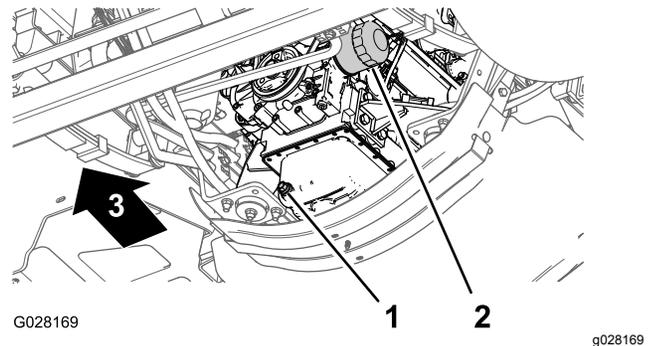

Figura 51
3. Coloque un recipiente de drenaje debajo del filtro de aceite del motor (Figura 51).
4. Retire el filtro de aceite usado (Figura 51).
8. Instale el filtro de aceite en el adaptador de filtro, gire el filtro de aceite en sentido horario hasta que la junta de goma entre en contacto con el adaptador del filtro, luego apriete el filtro media vuelta más (Figura 51).
1. Coloque un recipiente de drenaje con capacidad para 5,6 litros o más debajo del tapón de vaciado (Figura 51).
2. Retire el tapón de vaciado (Figura 51) y deje que el aceite se drene completamente.